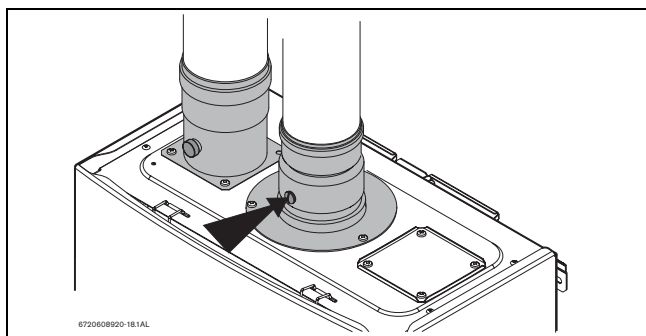

Fig. 51 Punto di misurazione
- ▶ Rimuovere la vite dell'accessorio base di scarico combustibili (Fig. 51).